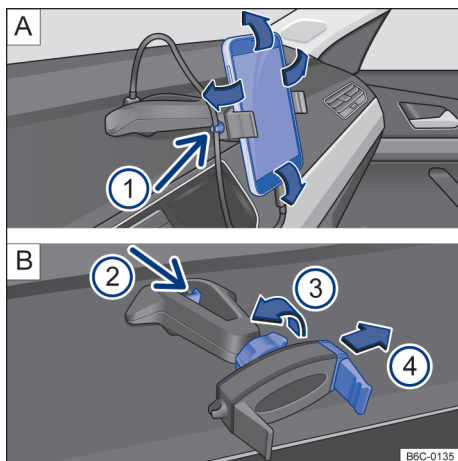

Fig. 171 No console central: suporte para telefone celular e ajustes.
- Segurar o suporte com uma mão e pressionar o botão de destravamento → Fig. 171 B ② (seta).
- Com a haste → Fig. 171 B ④ deslocar no sentido da seta, e instalar o telefone celular no alojamento.
- Com a outra mão deslocar a haste → Fig. 171 B ④ até que seja possível remover o aparelho do alojamento.
- Colocar o cabo USB na entrada carregador USB do suporte existente no painel de instrumentos → Fig. 171 A.
- Prender o cabo no suporte → Fig. 171 A ①.
- Para liberar o movimento do suporte, girar a trava → Fig. 171 B ③ no sentido contrário da seta.
- Para fixar a posição, girar a trava no sentido da seta ③ → Fig. 171 B até a fixação total do suporte.
O suporte para telefone celular tem garantia de 3 anos, com exceção da haste deslizante (garra) → Fig. 171 [B] ④ que tem garantia de **1 ano**.